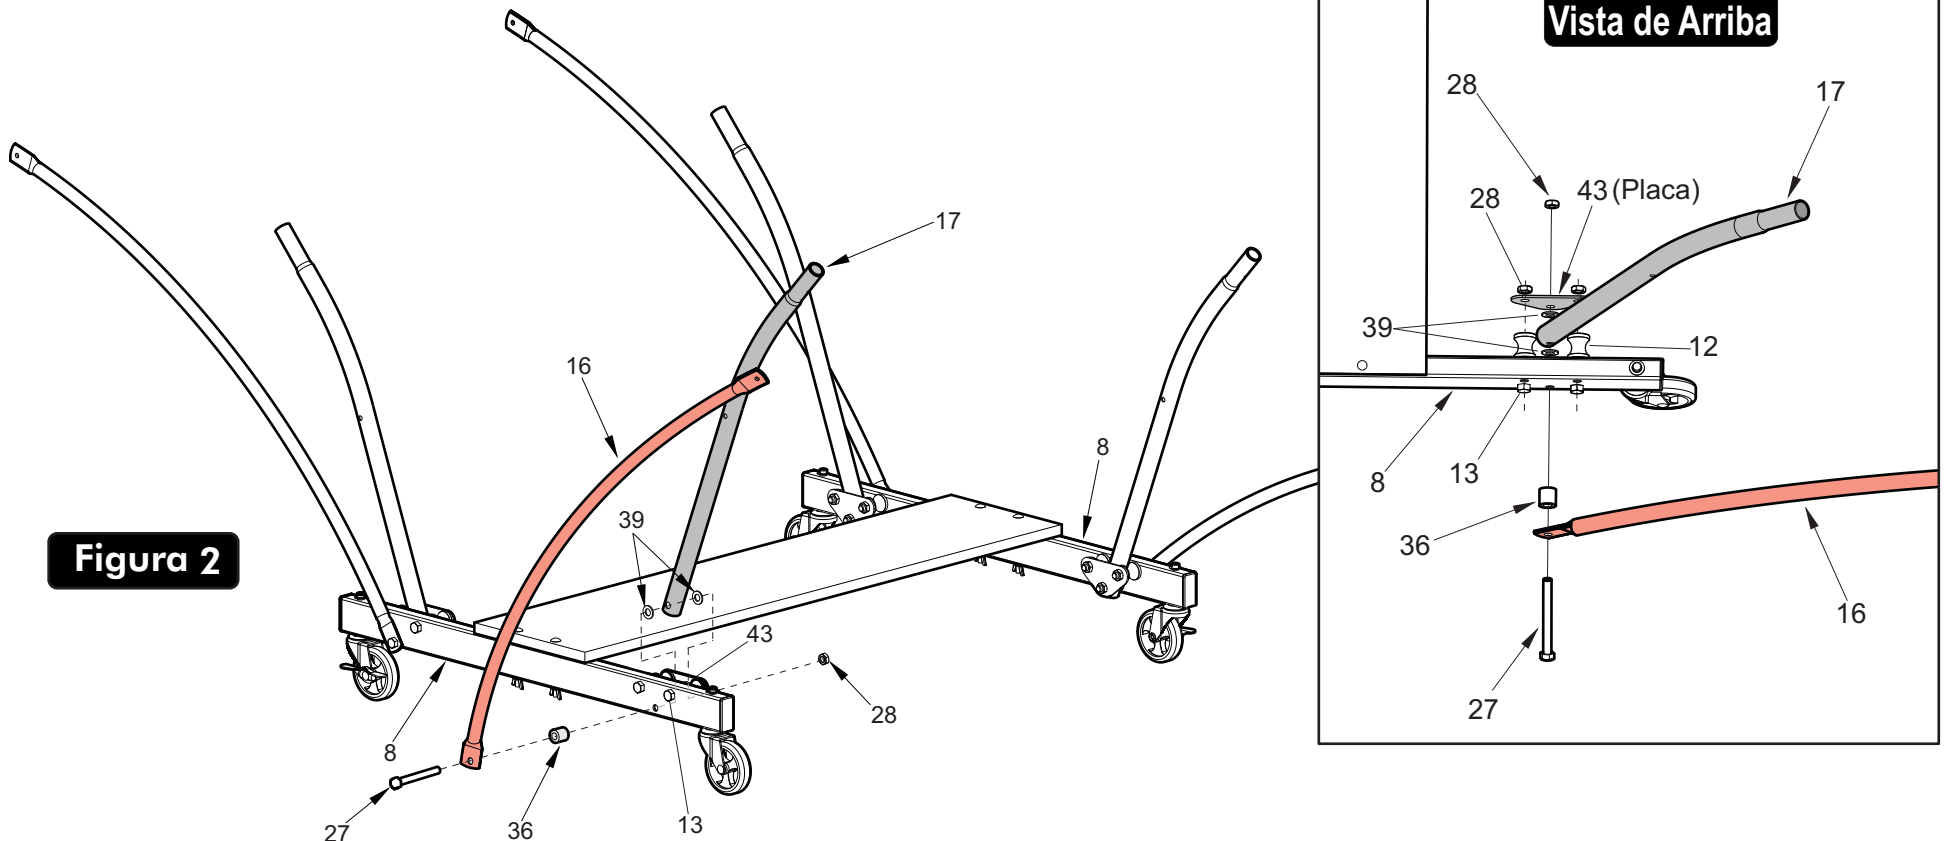

Figura 2
2. Una los Tubos Estructurales (#17) y los Tubos Conectores (#16) a los Carriles con Llantas (#8) como están mostrados en la **Figura 2**.
- a) Si es necesario afloje los Tornillos (#13) y las Tuercas (#28) para que el Tubo Estructural (#17) pueda caber entre la Placa de Soporte (#43) y Carril con Llantas (#8) como esta mostrado en la **Vista de arriba** y la **Figura 2**.